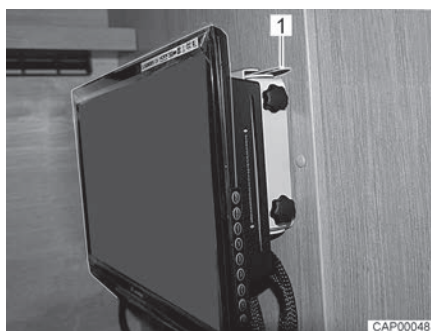
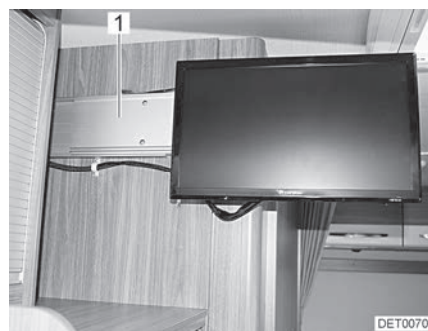

Fig. 92 Écran plat en position de marche
Fig. 93 Écran plat en position téléviseur
- Désenclencher le ressort à cran d'arrêt (Fig. 92,1).
- Pousser l'écran plat horizontalement dans le support jusqu'à la butée (Fig. 93,1). Le ressort à cran d'arrêt (Fig. 92,1) s'enclenche de manière audible.